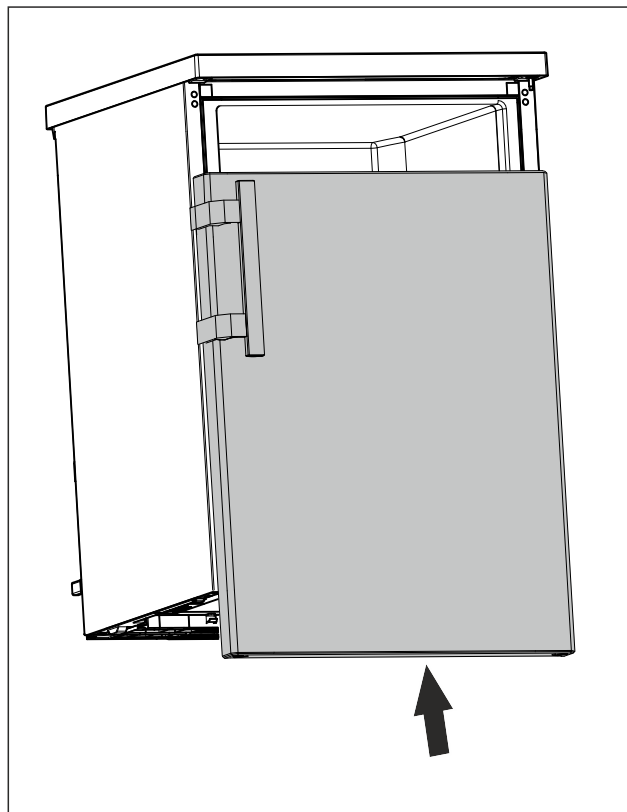

Fig. 24
- Uzbīdīet durvis aizvērtā stāvoklī uz augšējās tapas. (skat. Fig. 24)